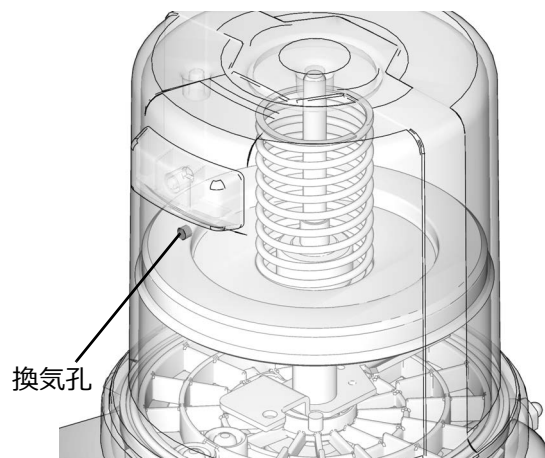

図 16
- フォロワープレートのシールが換気孔 (図 16) に至るまでリザーバーにグリースを充填して、エアの大部分がリザーバーから出るようにします。